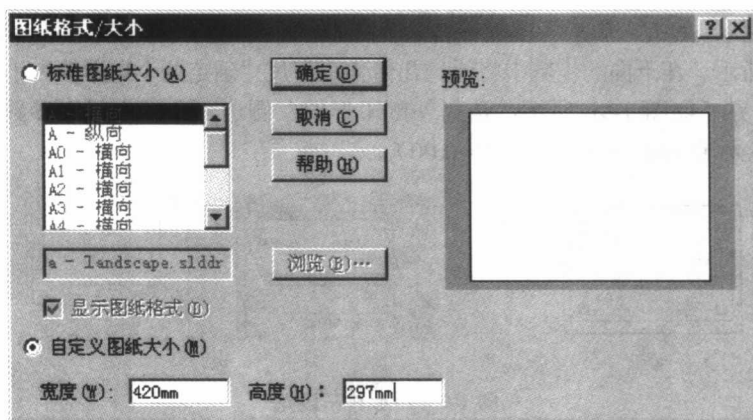

图 1-7 “图纸格式/大小”对话框
(1) 新建工程图。单击“新建”图标按钮→“工程图”,弹出“图纸格式/大小”对话框,选中“自定义图纸大小”,在“宽度”栏中输入“420mm”,在“高度”栏中输入“297mm”,如图 1-7 所示。单击“确定”图标按钮,即可进入工程图界面。